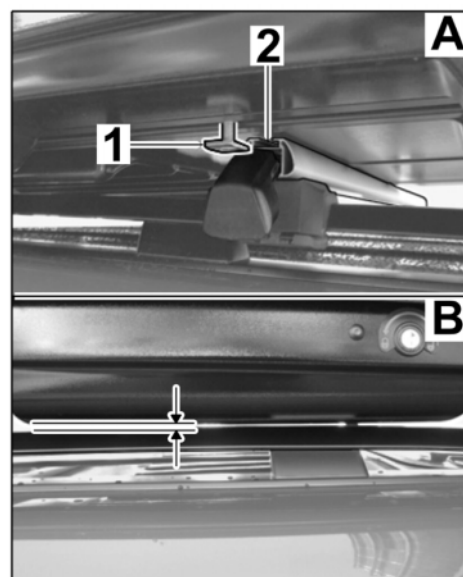

Fig. 6
4.2 Ouvrir le capuchon du système de portage (avant / arrière) de ce côté (⇒ Manuel technique du véhicule, chapitre 'Système de transport sur toit') et poser la malle de toit 520 sur le système de portage (⇒ Fig. 6).
4.3 Contrôler la position du coulisseau le plus proche (goujon en T M8 x 55) par rapport à la rainure dans le support du système portage et l'ajuster le cas échéant (⇒ Fig. 6-A-).